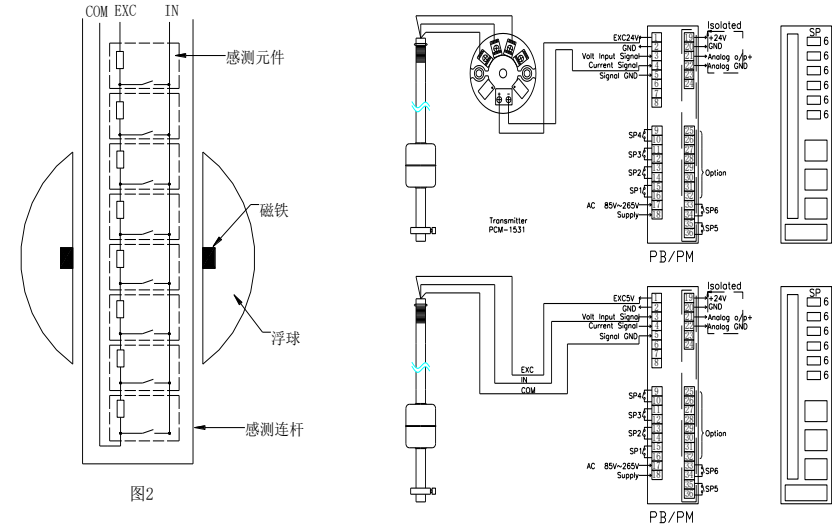

图2
- 2、三线制液位计 EXC 与 COM 间电阻值固定，IN 与 COM 间阻值随液位上升而增大，随液位下降而减小；IN 与 EXC 间阻值随液位上升而减小，随液位下降而增大；在 EXC 与 COM 间接一 + 5V DC 电源，IN 与 COM 间输出 0V~5V DC 电压信号，图 2 为